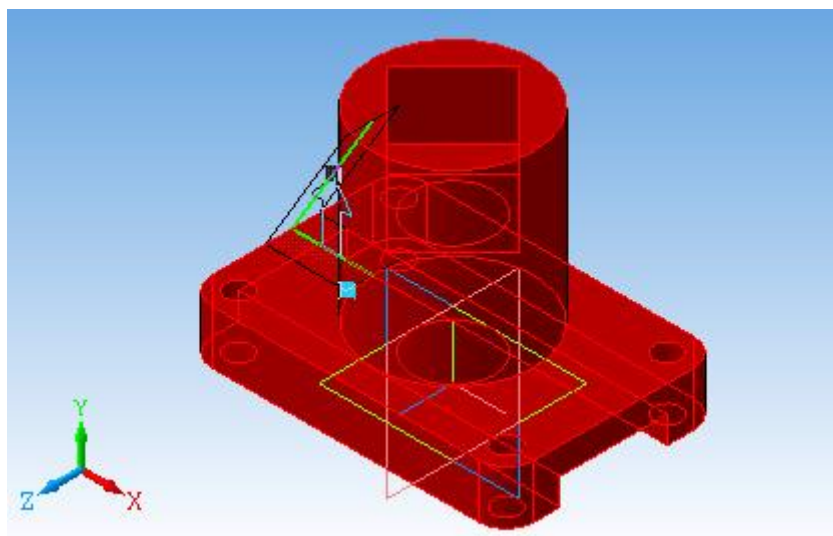

Рис. 8.20
17. В  *Редагування деталі* вибрати  *Ребро жорсткості*. На Панелі властивостей задати товщину 20. Виділити *Середня площина* (рис. 8.20). Зафіксувати команду.